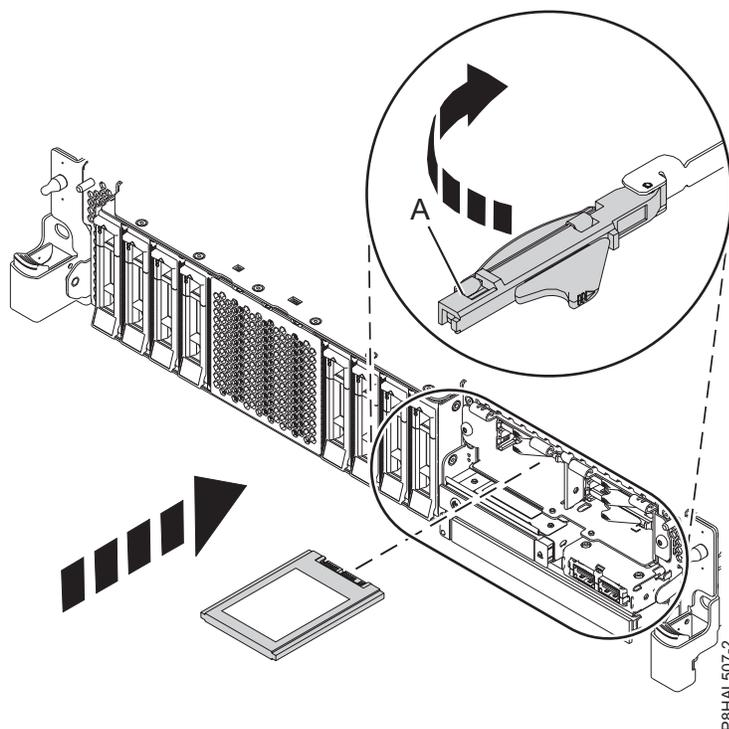

Figura 14. Instalar uma unidade SSD num sistema de 8408-44E ou 8408-E8E
14. Com a pega do compartimento de unidade de SSD (A) na posição desbloqueada, puxe a alavanca para fora para ter acesso às calhas na ranhura de SSD. Apoie a parte inferior da SSD à medida que a alinha com as calhas na ranhura de SSD. Consulte Figura 14 na página 23.
18. Bloquee a unidade ao rodar a pega do compartimento (A) na direcção demonstrada em Figura 14.